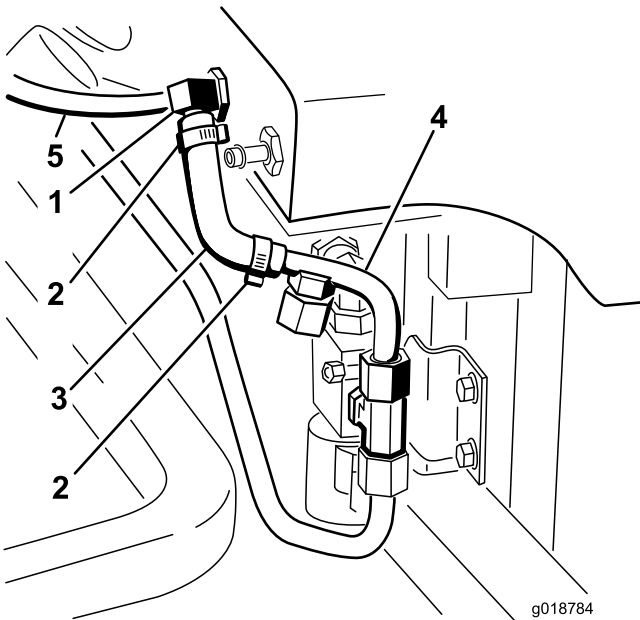

Bild 32
11. Schieben Sie die zwei kleinen Schlauchklemmen auf den kleinen, geformten Hydraulikschlauch (Bild 32).
12. Befestigen Sie die lange Seite des geformten Schlauchs am 90-Grad-T-Anschlussstück im Hydraulikbehälter (Bild 32).
13. Befestigen Sie die kurze Seite des geformten Schlauchs am gezahnten Ende der Hydraulikleitung Nummer 4 (Bild 32).
15. Befestigen Sie die Hydraulikleitung (Schlauch) Nr. 5 lose am kleinen 90-Grad-T-Anschlussstück (Bild 32).